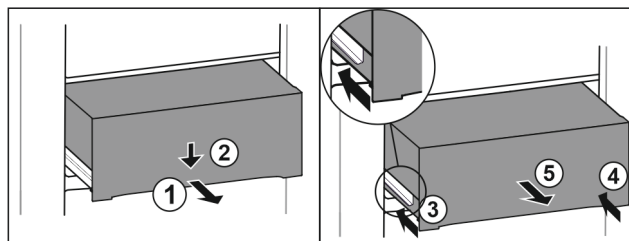

Fig. 70
- ▶ Extrageți pe jumătate sertarul. Fig. 70 (1)
- ▶ Apăsați în jos sertarul pe partea frontală. Fig. 70 (2)
- ▶ Inserați șina stângă aproximativ 2 cm. Fig. 70 (3)
- ▶ Inserați șina dreaptă aproximativ 2 cm. Fig. 70 (4)
- ▶ Extrageți sertarul spre înainte. Fig. 70 (5)